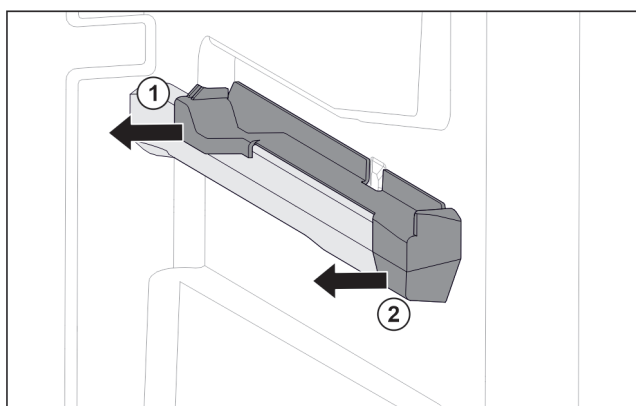

Fig. 114 Nasazovací díl na pravém žebrování na nádoby
- ▶ Uchopte nasazovací díl dole vzadu. (1)
- ▶ Stáhněte nasazovací díl vzadu na stranu. Fig. 114 (1)
- ▶ Stáhněte nasazovací díl vpředu na stranu. Fig. 114 (2)